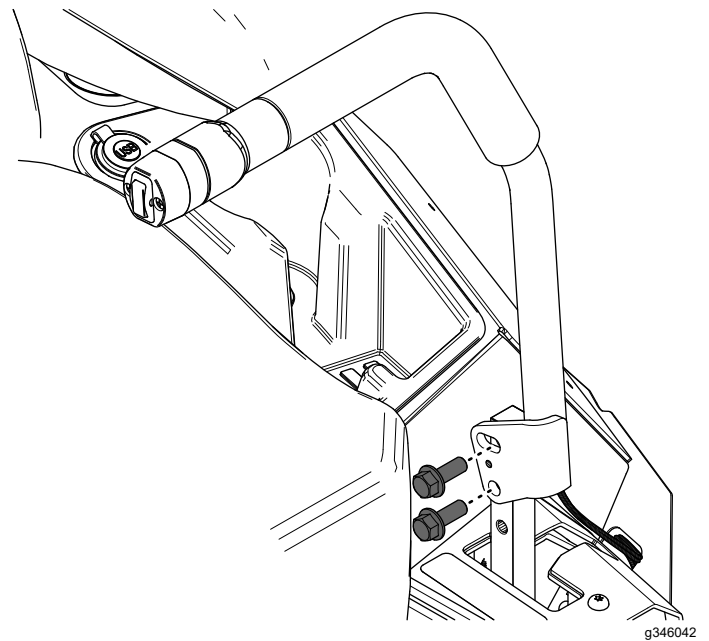

図 7
1. 図 7 のように、先ほど外したフランジヘッドボルト $\frac{3}{8}$ x 1" 2本を使用して、新しい左側走行コントロールレバーを取り付ける。